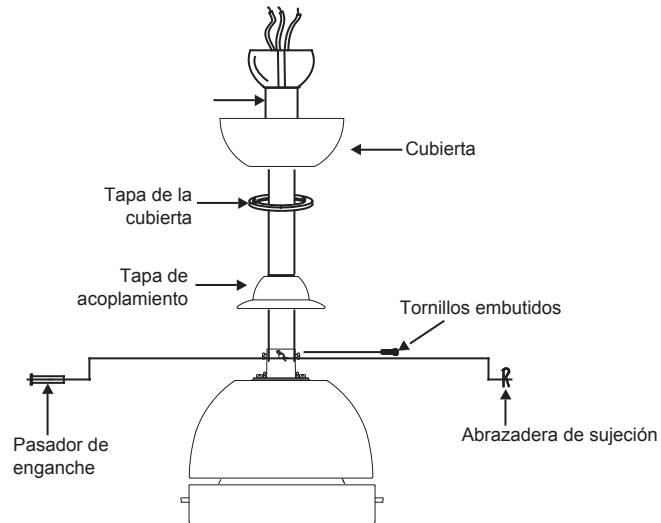

Fig. 8
**Paso 8.** Deslice la tapa del acoplamiento, la tapa de la cubierta y la cubierta sobre el vástago de extensión. (Fig. 8)
Enrosque la bola colgante en el vástago de extensión, inserte el pasador transversal a través del vástago de extensión y ajuste. Ahora, ajuste el tornillo embutido. (Fig. 8)